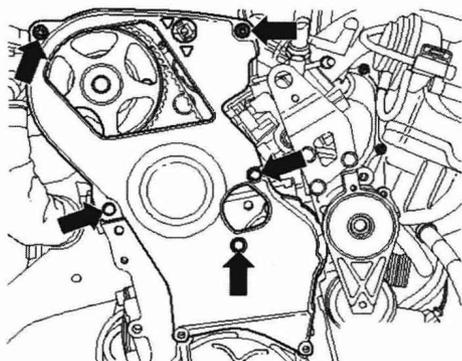

图 1-1-25
(4) 拧出齿形传动带护罩的其他螺栓, 如图 1-1-25 所示, 并将齿形传动带护罩从发动机上取下。
(5) 标出齿形传动带的转动方向。
(6) 松开张紧轮并取下齿形传动带。